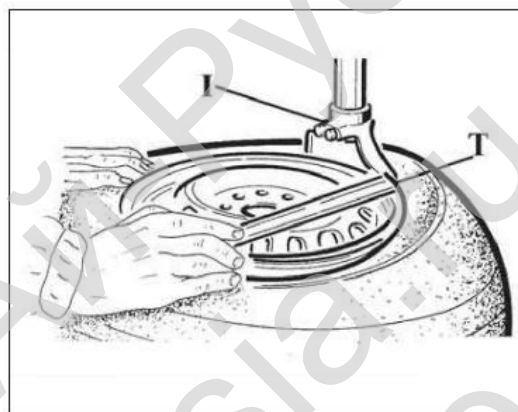

Рисунок 10
- С помощью монтажной лопатки (T), которую необходимо вставить через передний конец демонтажной головки (I) и под верхний борт покрышки, установите верхний борт покрышки над монтажной головкой (Рис.10).
- Удерживая монтажную лопатку в этом положении, вращайте поворотный стол (Y) по часовой стрелке нажатием на педаль (Z) до тех пор, пока покрышка не отделится полностью от диска.